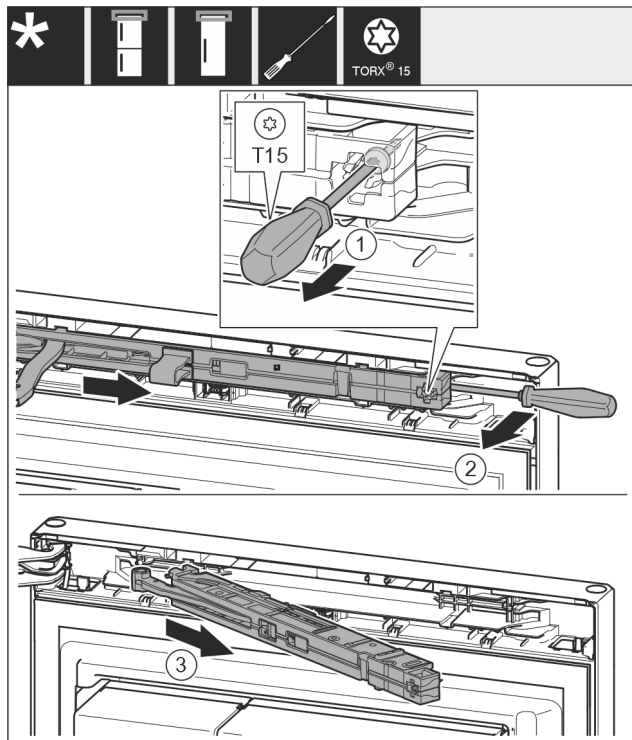

Fig. 13
- ▶ Allentare la vite Fig. 13 (1) sull'unità ammortizzatore di chiusura di 14 mm.
- ▶ Estrarre l'unità ammortizzatore di chiusura Fig. 13 (2) dal lato della maniglia facendo leva in avanti con un cacciavite.
- ▶ Estrarre l'unità ammortizzatore di chiusura Fig. 13 (3).